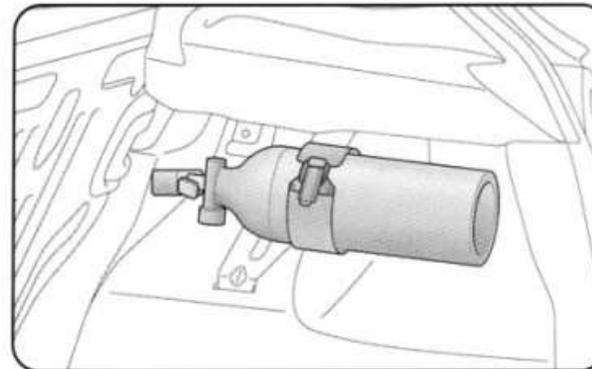

рис. 50
**ОГНЕТУШИТЕЛЬ (для определенных модификаций/рынков сбыта) (рис. 50)**